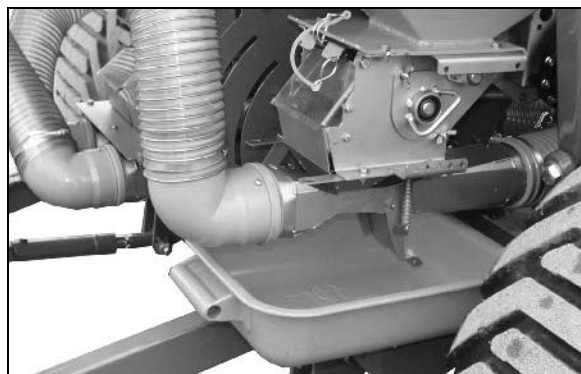

Рис. 63
4. Определение нормы внесения удобрений: Установите лоток под дозатор удобрения (Рис. 63).